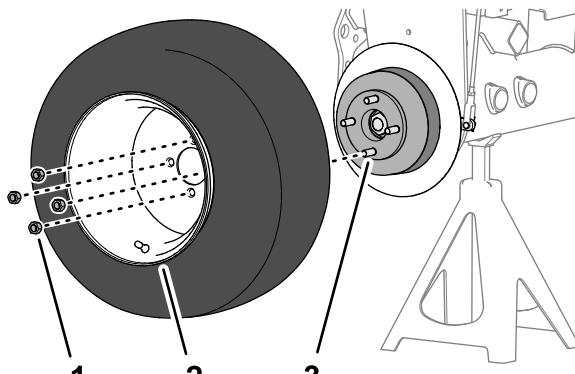

Figura 60
1. Rimuovete i 4 dadi a staffa che fissano la ruota anteriore al mozzo e rimuovete la ruota (Figura 60).